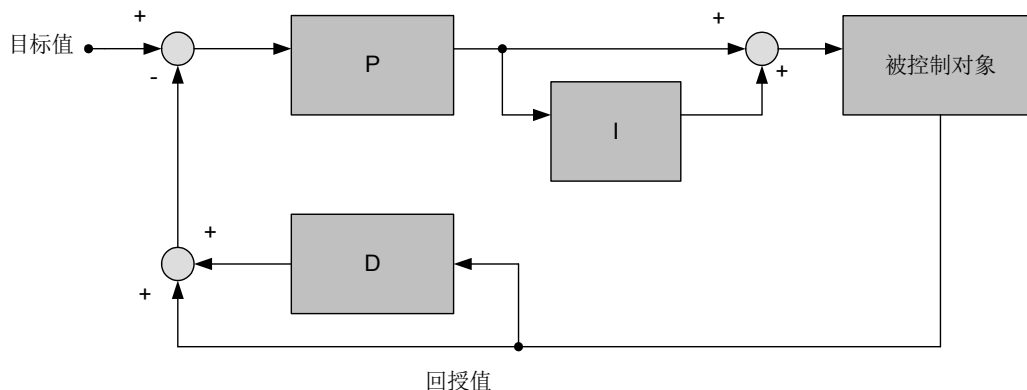
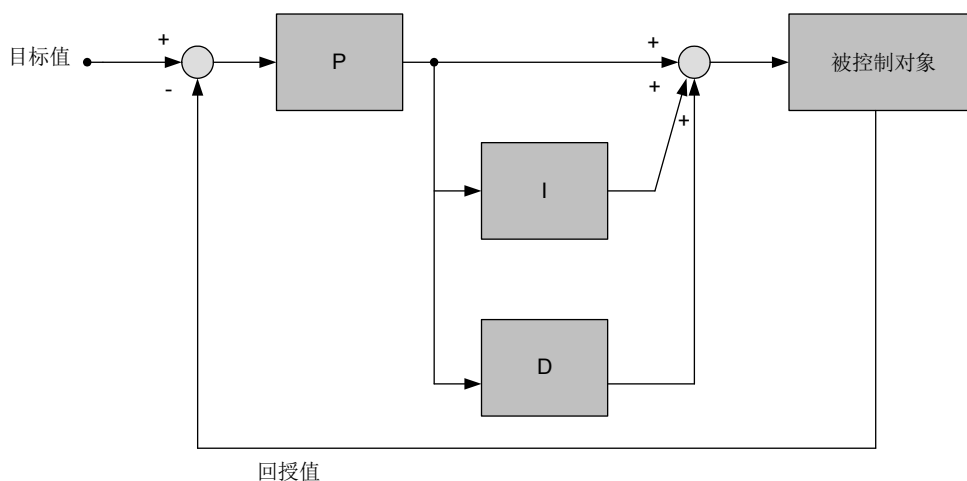

图 4.3.75 回授微分值 PID 控制
图 4.3.76 基本 PID 控制
- 当 10-03 设定 =x1xxb: 回授值微分 PID 控制，设定 = x0xxb 基本 PID 控制，详细解说图 4.3.75 与图 4.3.76。
于回授值微分 PID 控制，回授值是被微分的。经由改变目标值与控制程序可得不同响应。调整 PID 参数应多加小心，要保持系统稳定。参考图 4.3.75 回授微分值 PID 控制。
这是 PID 控制的基本型态。参考下图 4.3.76 基本 PID 控制。